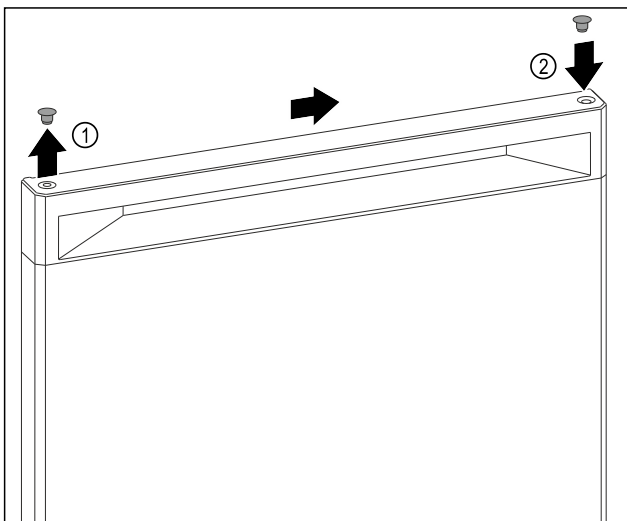

Fig. 9
- Ngrini lart me kujdes tapat mbuluese të anës së derës Fig. 9 (1) me një kaçavidë me kokë petë.
- Vendosni tapat mbuluese në anën e kundërt. Fig. 9 (2)